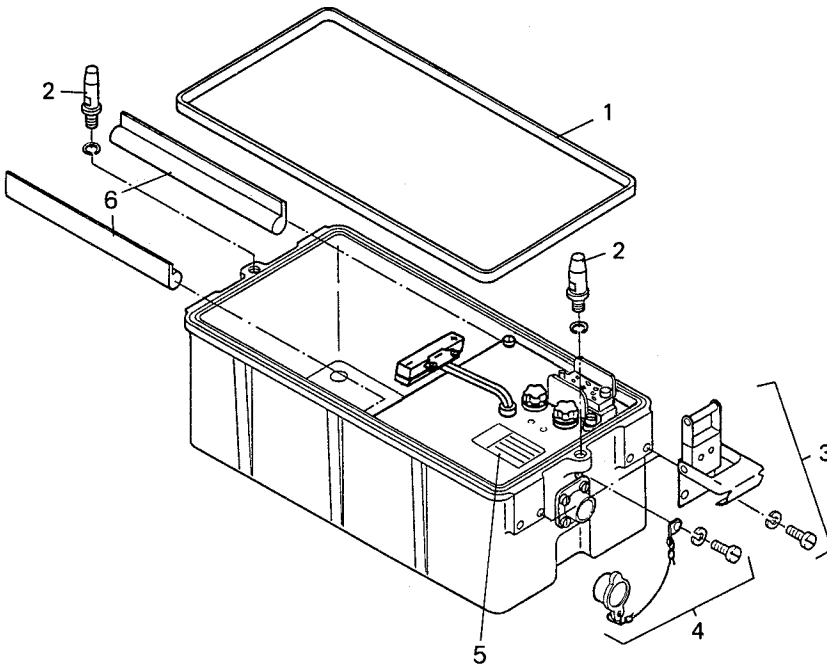

Bild 28 Wechseln der Teile an der Stromversorgung
- An der Stromversorgung die schadhaften Teile gemäß Bild 28 wechseln.